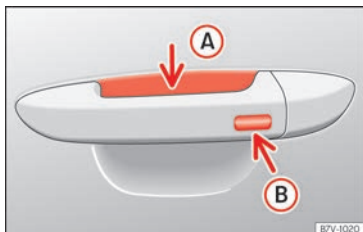

Abb. 48 Türgriff: Sensorflächen.
»» (Abb. 48)
- Berühren Sie die auf der Außenseite des Türgriffs befindliche Sensorfläche »» (Abb. 48) (B). Alle Blinker leuchten einmal auf.
- Berühren Sie innerhalb von 5 Sekunden einmal die auf der Außenseite des Türgriffs befindliche Sensorfläche »» (Abb. 48) (B). Ergreifen Sie dabei nicht den Türgriff. Das System Keyless Access ist jetzt vorübergehend deaktiviert.
Um mit der Komfortfunktion alle elektrischen Seitenfenster zu schließen, lassen Sie einen Finger einige Sekunden auf der Sensorfläche für Verriegelung »» (Abb. 48) (B) (Pfeil) am Türgriff, bis die Seitenfenster geschlossen sind.